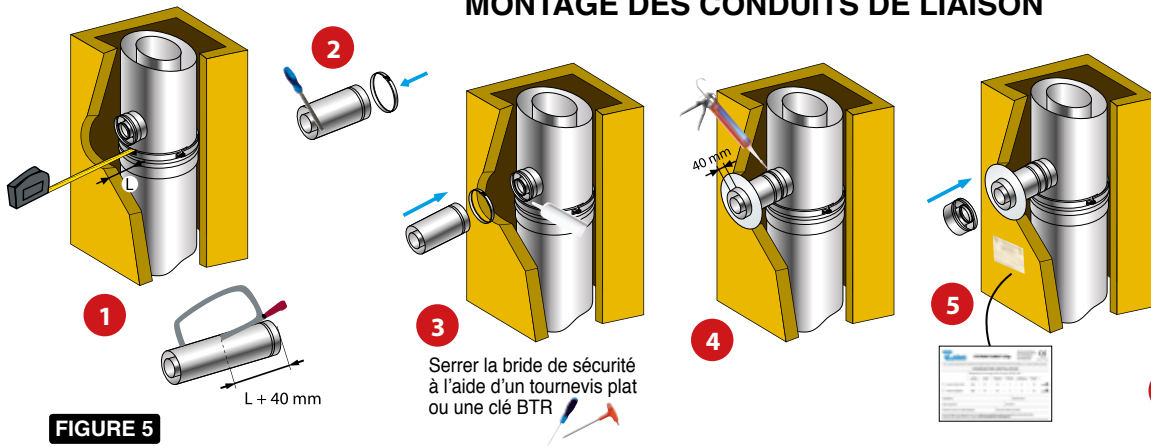

FIGURE 5
- 15 Après avoir retiré les tampons de maintenance des tés, monter les conduits de liaison inox / inox qui doivent déboucher de 50 cm à l'extérieur de la gaine technique avec une pente ascendante dans le sens de l'évacuation des produits de combustion. Poser les rosaces EPDM (voir figure 5).
- 16 Pour le raccordement jusqu'à la chaudière vous pouvez utiliser notre gamme CONDENS' métal qui existe en Ø 60/100 et 80/125 avec paroi intérieure PPs et paroi extérieur métal BLANC. Si vous ne souhaitez pas recouper le conduit de liaison, dans ce cas utiliser un conduit de liaison inox / inox BLANC qui doit déboucher à l'extérieur de la gaine technique et vous pourrez connecter directement le raccordement jusqu'à la chaudière (voir figure 5).